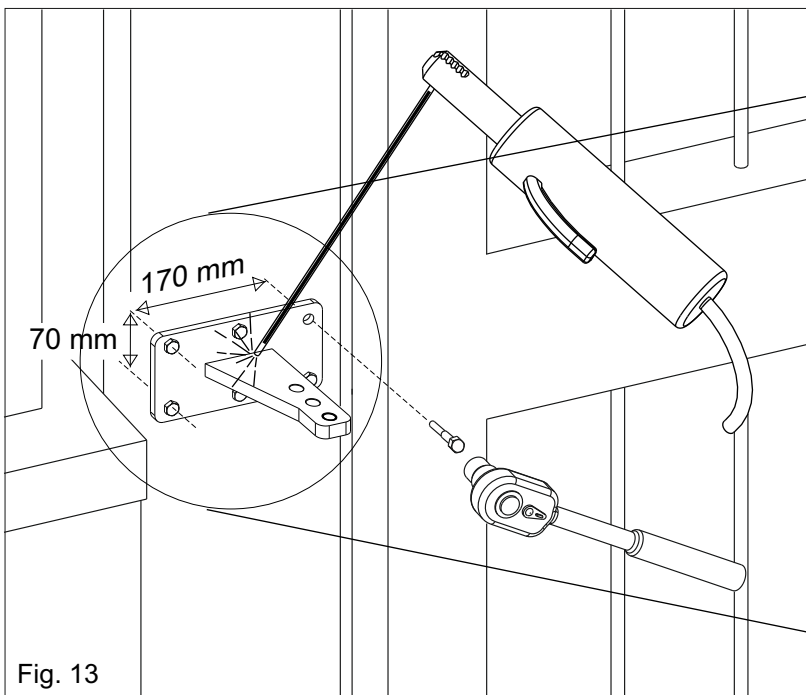
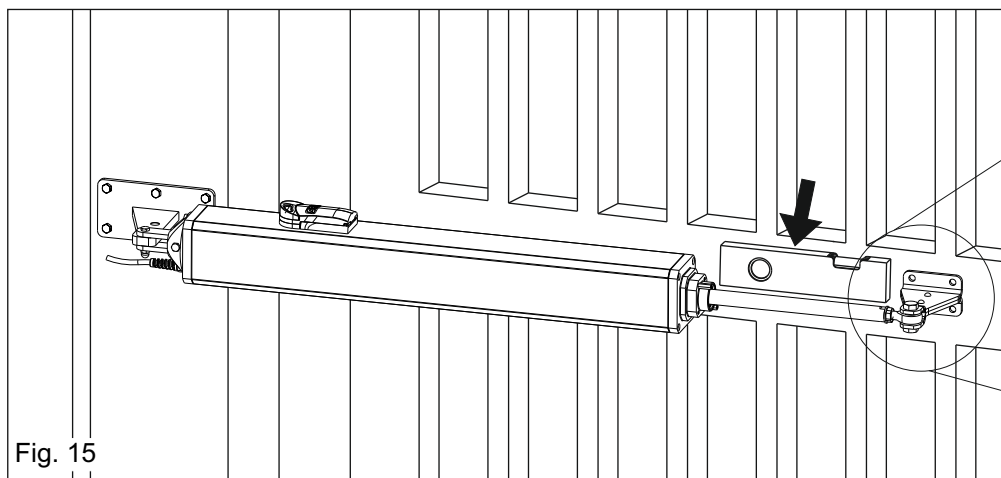

Fig. 13
Fig. 15
L'étrier doit être coupée, avant tous, en respectant la cote «a» en Page 32 et successivement soudée comme dans la Fig. 13
Le support doit être positionné de façon que l'opérateur soit parfaitement horizontal (Fig. 13 et Fig.15)
- 4) Positionner l'opérateur de façon qu'il résulte parfaitement horizontal et donc marquer la position de la fixation antérieure (Fig. 15).